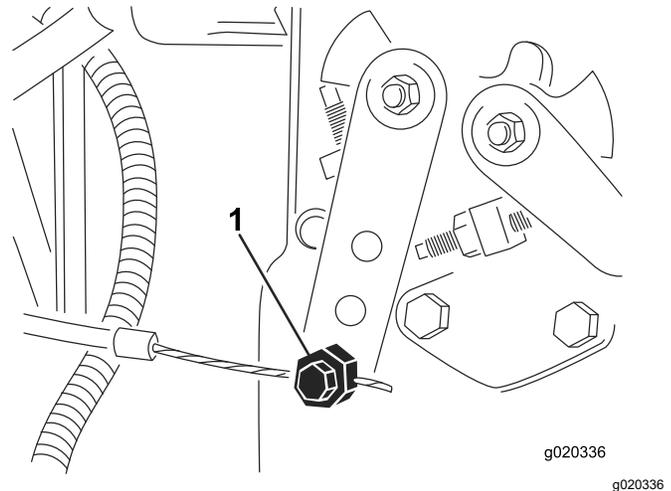

Figura 78
3. Desaperte o dispositivo de ligação do cabo do acelerador na alavanca da bomba de injeção (**Figura 78**).